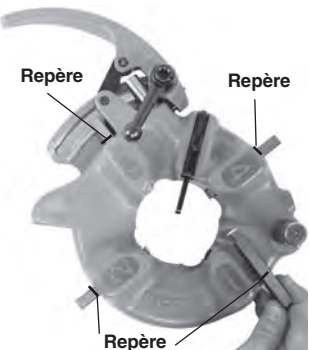

Figure 12 – Insertion des filières
6. Insérez les filières appropriées (chiffre en haut) en les enfonçant jusqu'à ce que leur repère arrive à fleur du rebord de la tête (Figure 12). Les chiffres des filières doivent correspondre à ceux des logements correspondants de la tête de filière. Remplacez systématiquement le jeu